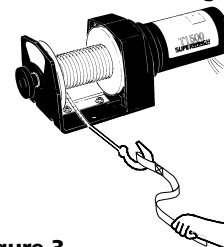

Figure 3
8. TENEZ-VOUS À L'ÉCART DU TREUIL, DU CÂBLE SOUS TENSION ET DU CROCHET LORSQUE LE TREUIL EST EN MARCHÉ. Ne mettez jamais les doigts dans le crochet. Vous pourriez perdre votre doigt au cas où il serait pris dans le crochet. **UTILISEZ TOUJOURS LA BARRE PROTÈGE-MAINS** lorsque vous guidez l'entrée et la sortie du câble. (Voir la Fig. 3.)